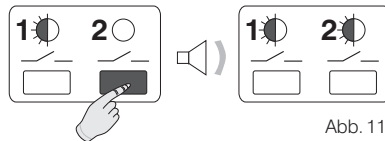

Abb. 11
- Die **Taste 2** gedrückt halten, bis ein einzelnes, akustisches Signal ertönt; dann die Taste loslassen. **Beide LED blinken**. **Kanal 2** ist zur Folgeregelung durch den **Master-Zeitthermostat** bereit (Abb. 11).